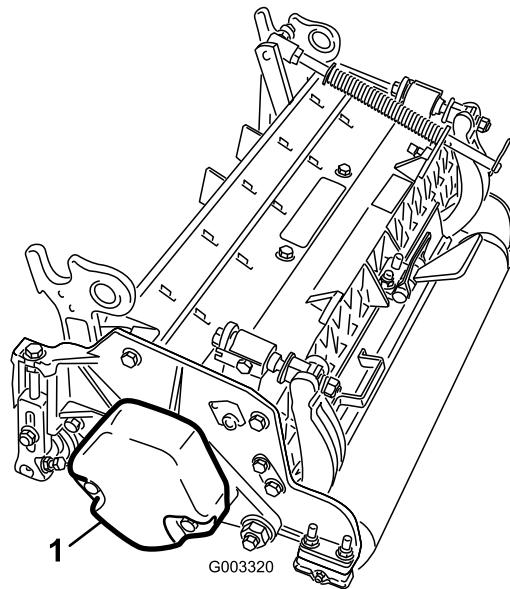

**Bild 8**
8. Schrauben Sie die Schraube in den anderen Arm der Motorhaubenhalterung, um den Riegel zu arretieren (**Bild 8**).